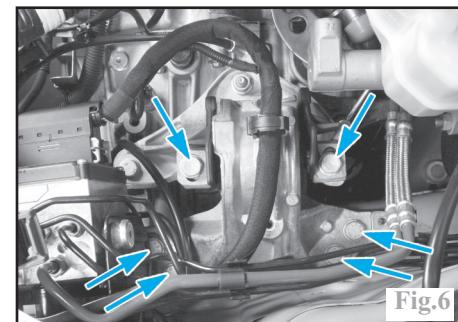

Fig.6
- le support de la boîte (Fig.6).